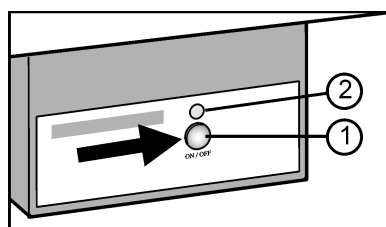

Fig. 47
- Appuyer sur la touche On/Off Fig. 47 (1) afin que la DEL Fig. 47 (2) s'allume.